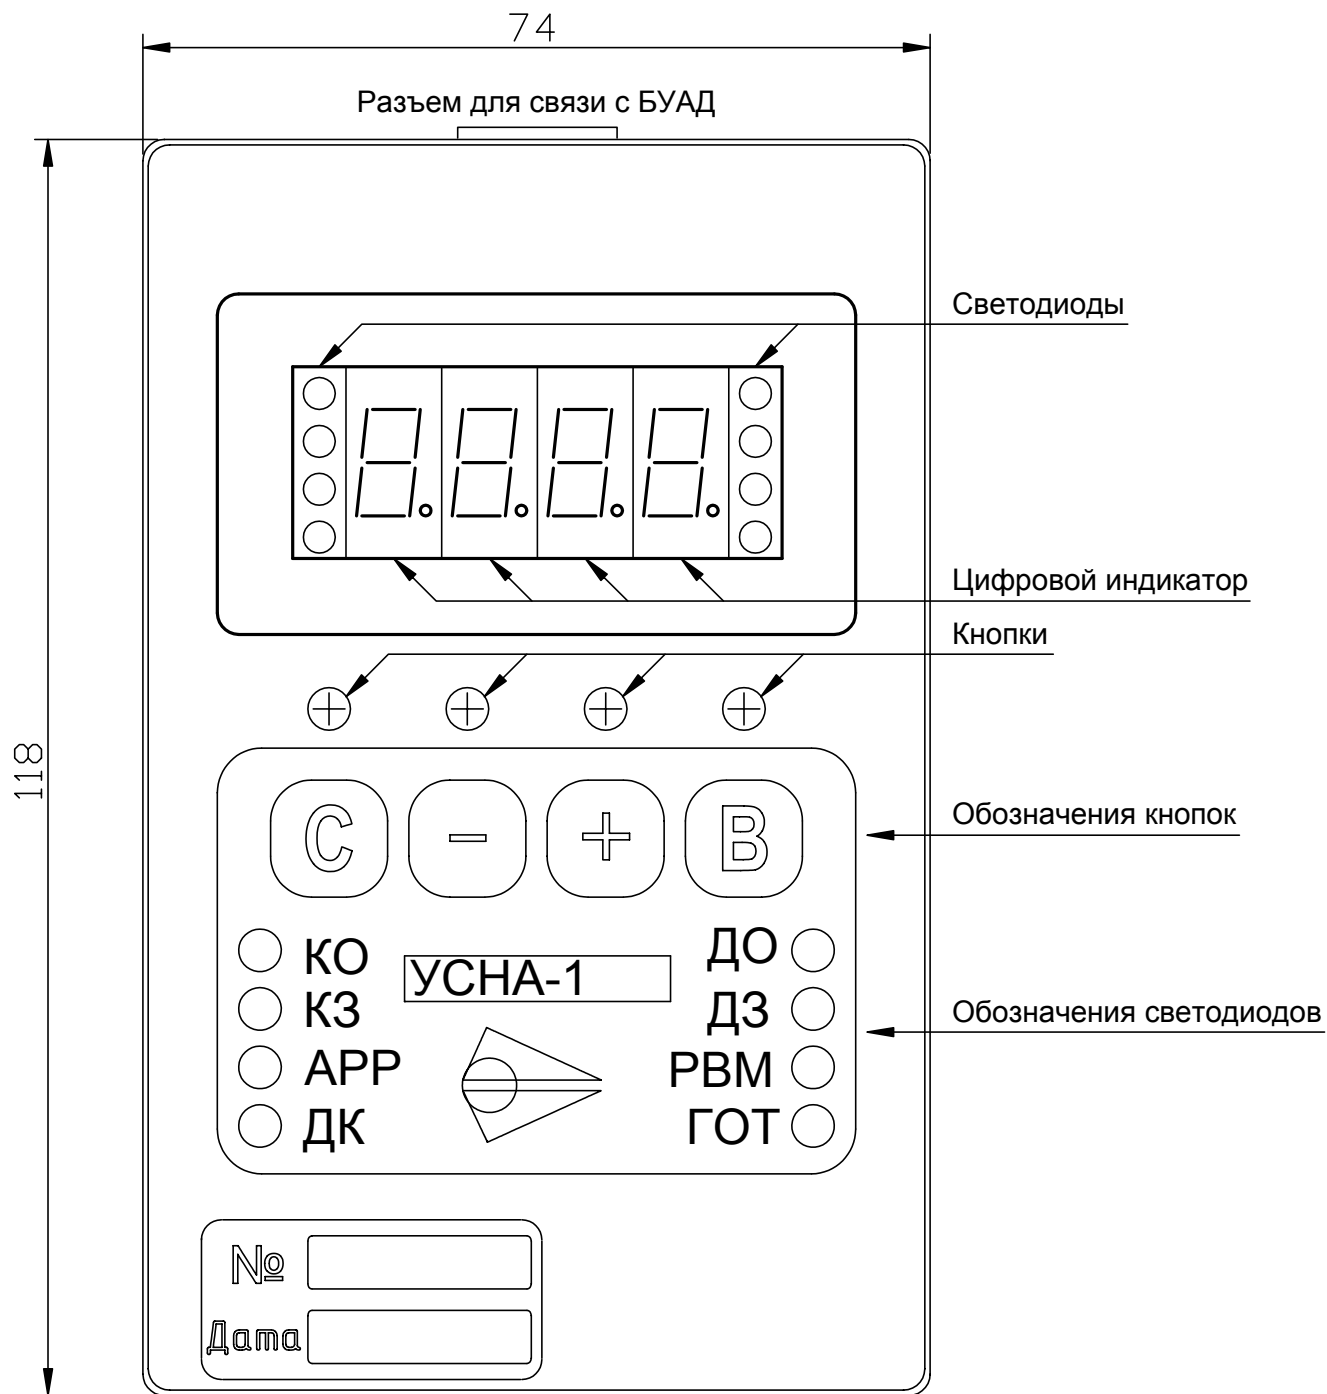

Рис.1. Внешний вид Устройства настройки УСНА.
Устройство применяется для обмена информацией с БУАД посредством кабеля двустороннего последовательного обмена УСНА-БУАД, через который также осуществляется питание *Устройства*. Разъем для подключения кабеля к *Устройству* показан на **рис.1**.
Габаритные размеры *Устройства* приведены на **рис.1**.
3.4.1. Панель управления *Устройства* (рис.1) состоит из